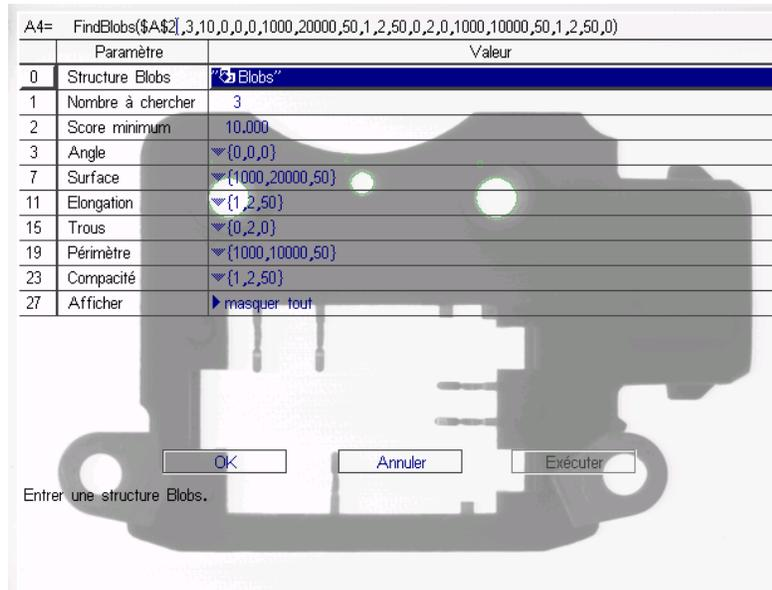

Figure 8-5. Feuille de propriétés FindBlobs
5. Sélectionnez la valeur de paramètre **Blobs** et passez en mode Sélection de cellule. Sélectionnez la cellule contenant la structure **Blobs** (voir Figure 8-5. Feuille de propriétés FindBlobs).